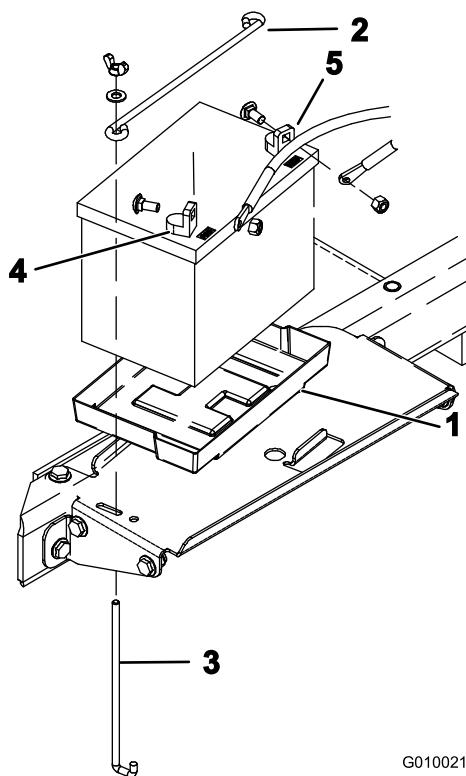

Figure 50
- A. Déposez la tige de maintien supérieure et les tiges latérales qui fixent la batterie sur son support (Figure 50).
6. Placez la batterie sur son support dans le compartiment, comme montré à la Figure 50.